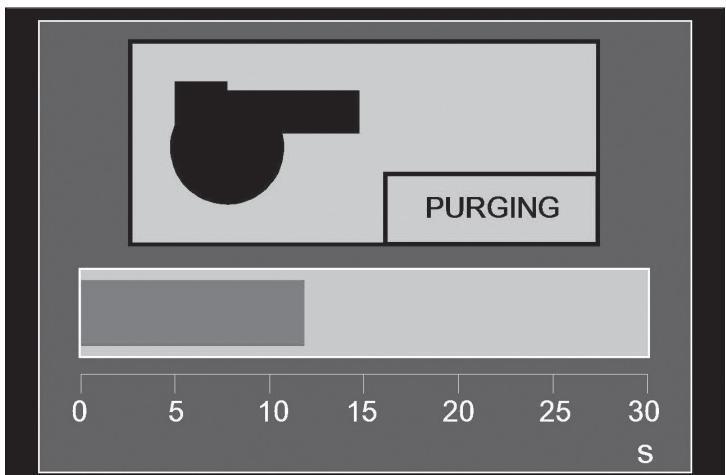

Figura 25
- Purging (Purga): Elimina los vapores de los gases de la cámara de combustión. Consulte la Figura 25.